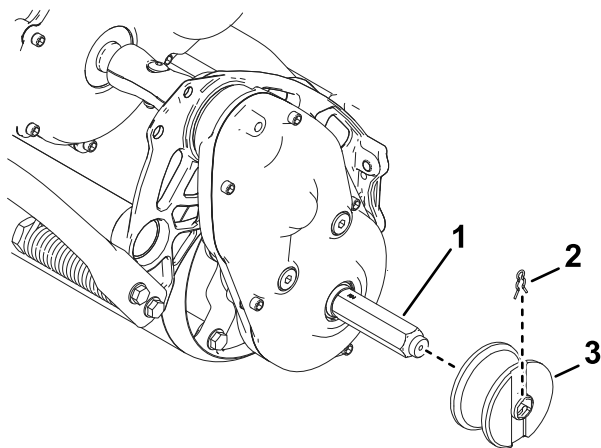

Figura 29
- **Kit de rampa:** instale as rodas dos carris nos eixos hexagonais (Figura 29).